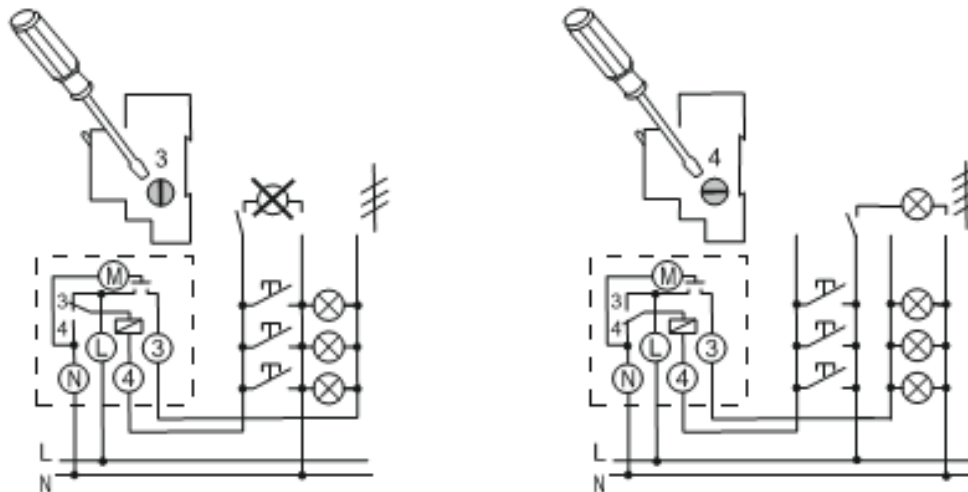

Figura 2 – Schema de conectarea a temporizatorului
5.3 Conectarea temporizatorului la butoanele de comandă exterioare poate fi realizată în conformitate cu schemele 1 și 2 (figura 2).